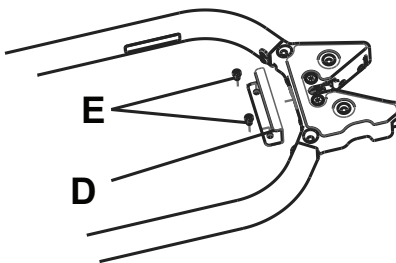

Рисунок 16 – Пластина защелки
1. С помощью шестигранного ключа М6 установите пластину защелки (610000010015) (D) из комплекта поставки и два болта с головкой под шестигранник М6 (E) (не входят в комплект поставки) непосредственно за защелкой фиксатора каталки (Рисунок 16).